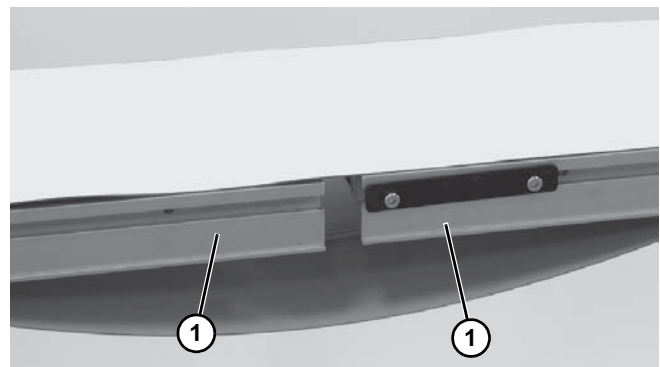

Figura 7
3. Despliegue la banda del transportador y coloque las secciones del armazón (Figura 7, artículo 1) en el lazo de la banda.